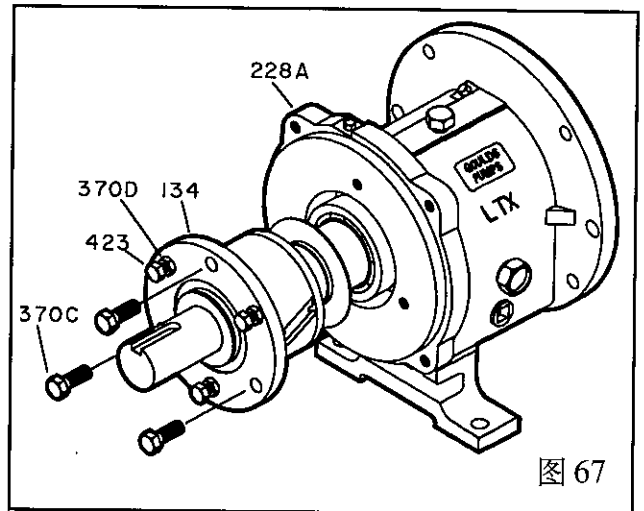

图 67
1. 拧下紧固螺栓 (370C), 将锁紧螺母 (423) 拧松, 均匀拧紧推顶螺栓 (370D), 将轴承座 (134) 从轴承箱(228A)中退出。(图 67)